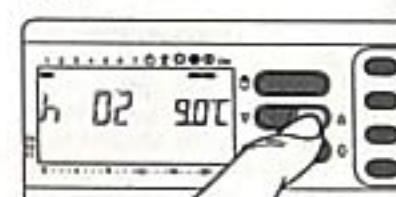

Fig. 56
**10.4** - Premere il pulsante  $\nabla$  oppure  $\Delta$  (fig. 56) sino a raggiungere il numero di ore desiderato da 1 a 99.